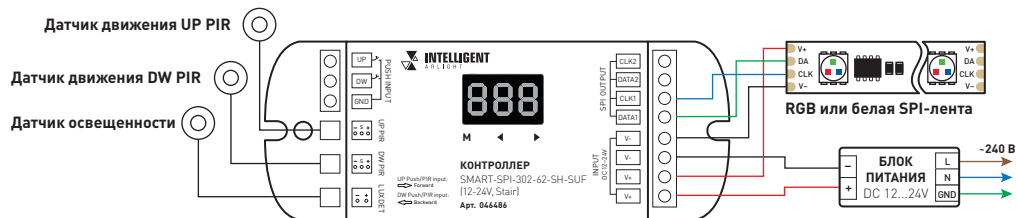

Рис. 1. Схема подключения к 4-х проводной ленте к контроллеру
- 3.2. Подключите контроллер в соответствии со схемами на рис. 1–4: